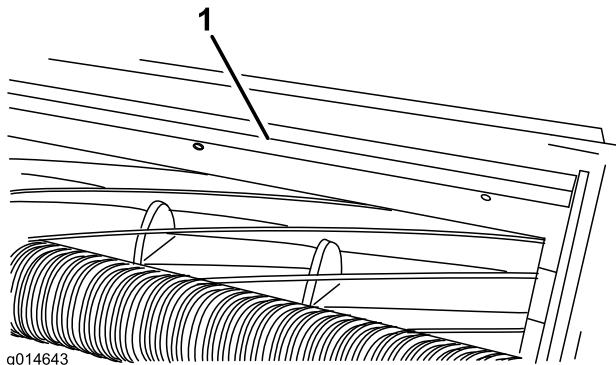

Bild 4
1. Lockern Sie die Schrauben, mit denen die obere Leiste an der Schneideeinheit befestigt ist (Bild 4).